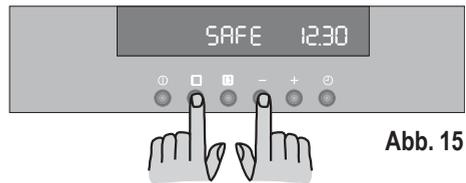

Abb. 15
- Drücken Sie gleichzeitig die Tasten  und "" und halten Sie sie mindestens 3 Sekunden lang gedrückt. Man hört einen kurzen Signalton und auf dem Display erscheint die Anzeige 'SAFE' (Abb. 15).